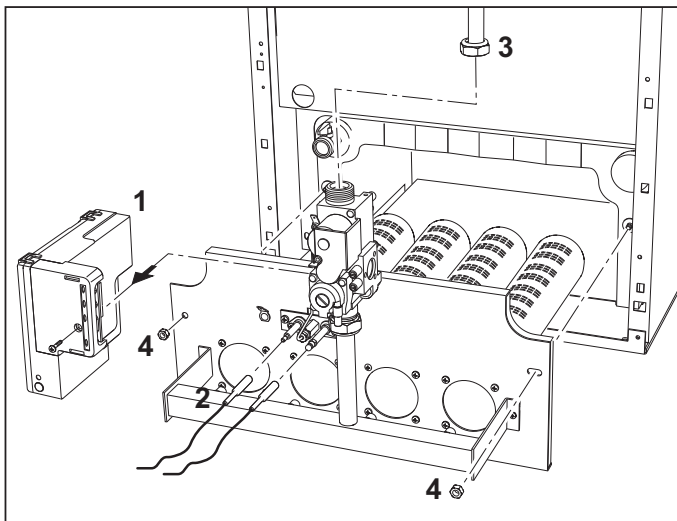

fig. 7
2. Togliere la centralina elettronica di comando "4" della valvola gas (fig. 7);